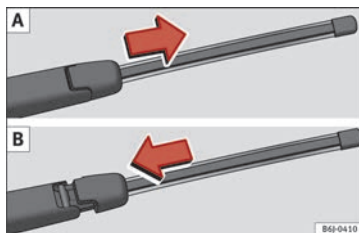

Fig. 74 Retirer et mettre en place le balai d'essuie-glace arrière.
- Faites glisser l'adaptateur du balai dans le sens de la flèche et retirez le balai » **fig. 74 A**.
- Placez le balai comme indiqué sur la figure » **fig. 74 B** puis faites glisser l'adaptateur jusqu'à ce qu'il s'emboîte.